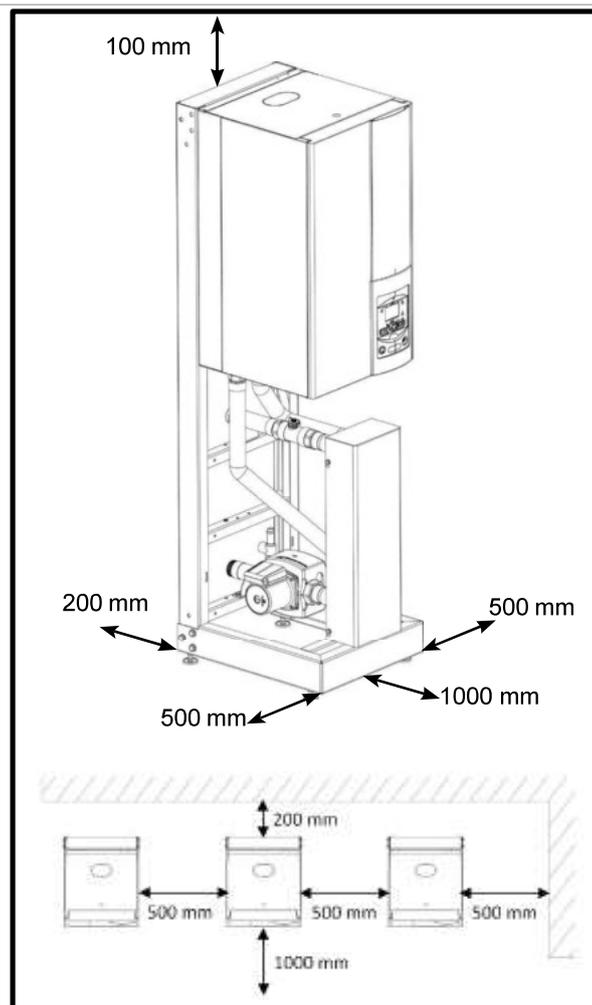

figure 13 - Espace d'implantation
- Pour faciliter les opérations d'entretien et permettre l'accès aux différents organes, il est conseillé de prévoir un espace suffisant tout autour du module hydraulique (voir figure 13).